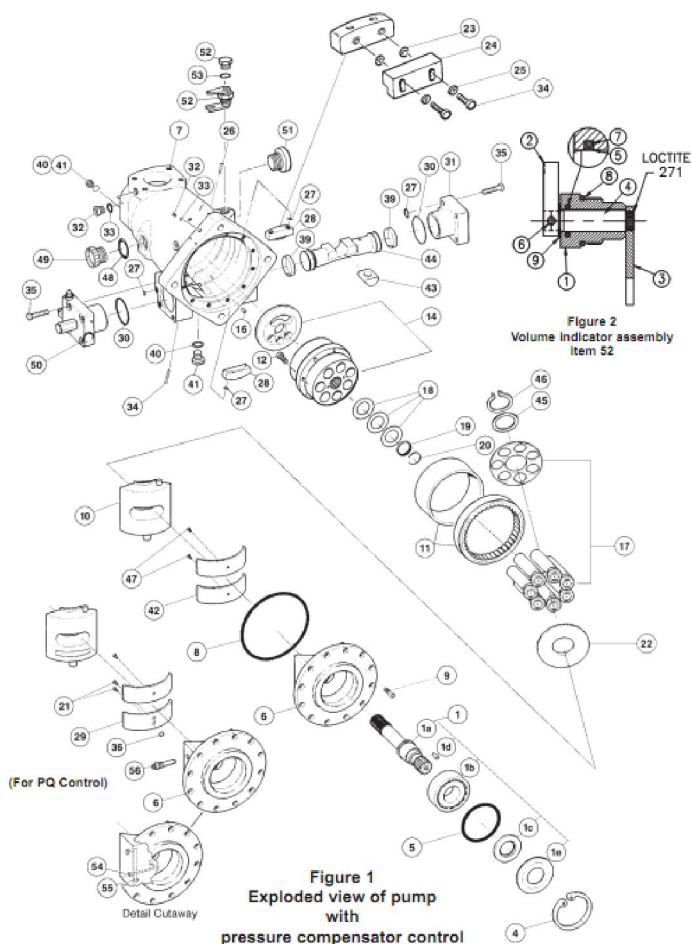

Figure 2 Volume indicator assembly	Рисунок 2 Индикатор объема в сборе
4. Удалите опору в сборе (6) из корпуса. Резьбовое отверстие М-10 в конце вала предназначено для подъема этой детали.
5. Удалите стопорное кольцо (4).
6. Снимите винты (21) и (47) удалите подшипники кулачка (29) и (42), соответственно.
7. Удалите вал (1), подшипник и держатель уплотнения. Поддерживая плоскую поверхность вращающейся опоры, нажмите на торец подшипника в противоположном направлении.
9. Снимите стопорное кольцо (20).
11. Если насос содержит в сборе индикатор объема (52): см. *Рисунок 2*: Удалите индикатор указателя (2), стопорное кольцо (9) и регулировочную гайку (1) из корпуса насоса. Удалите ось поворота и пробку в сборе (3) и (4) через отверстие.